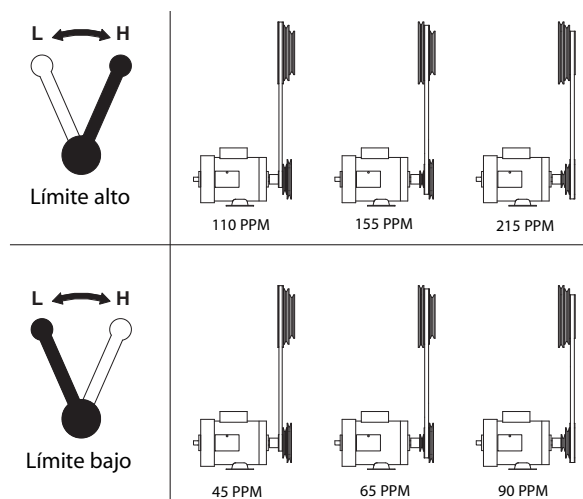

Figura 6 - Velocidades de la Hoja
Consulte la Figura 6.
- Para cambiar la velocidad de la hoja ponga la correa V en la configuración correcta (Vea la Figura 6). Vuelva a colocar y tensar la correa V tal como se describe en la sección siguiente.
- Para cambiar la velocidad de la hoja, suelte la placa de montaje del motor (Figura 7, Ref. No. 9) soltando la manilla (Figura 7, Ref. No. 14). Ponga la correa V en la polea del motor y en la polea tensora según sea necesario. Consulte la Figura 6, Velocidades de la hoja, para ver los ajustes recomendados para la polea y la correa.